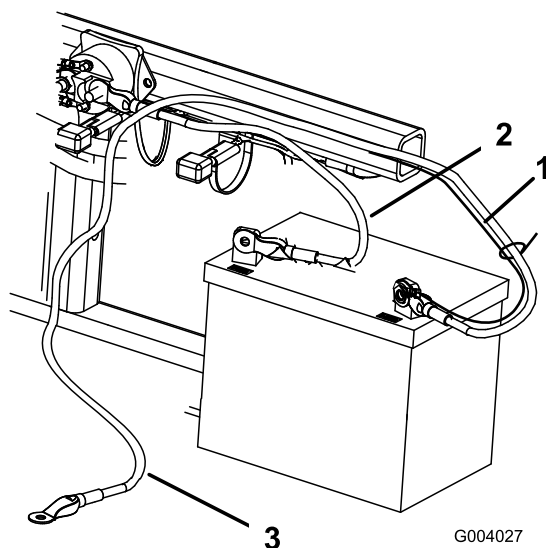

図 5
2. ボルト $\frac{1}{4} \times \frac{5}{8}$ "とロックナットで、赤いプラス+ケーブルをバッテリーのプラス+端子に固定する 図 5。
3. ボルト $\frac{1}{4} \times \frac{5}{8}$ "とロックナット $\frac{1}{4}$ "で、細い黒ワイヤと黒いマイナスケーブルをバッテリーのマイナス端子に固定する 図 5。